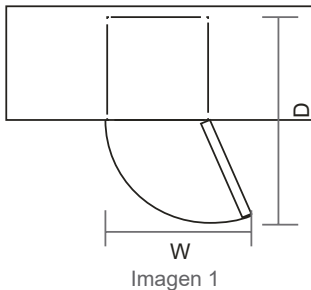

Imagen 1
3. Deje suficiente espacio para acceder y abrir la puerta fácilmente (an. x pr. $\geq 967 \times 1226$ mm). (→ imagen 1). Si fuera necesario, cambie la dirección de apertura de la puerta tal y como se indica a continuación.